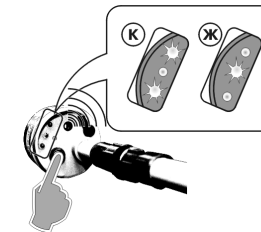

Рис. 5 Принудительная самопроверка
3.3.6. Режим принудительной проверки работоспособности указателя (см. рис.5) обеспечивает проверку оператором работоспособности указателя непосредственно перед определением наличия или отсутствия опасного напряжения путем нажатия кнопки принудительной проверки работоспособности указателя, при этом срабатывает светозвуковая сигнализация в сигнальном режиме «напряжение присутствует».